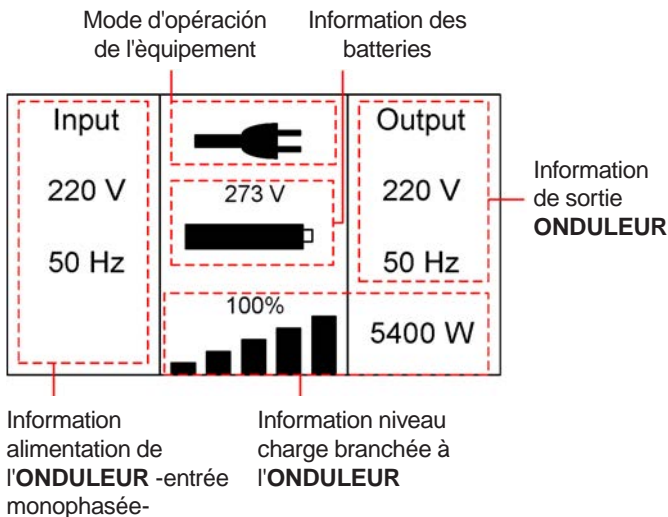
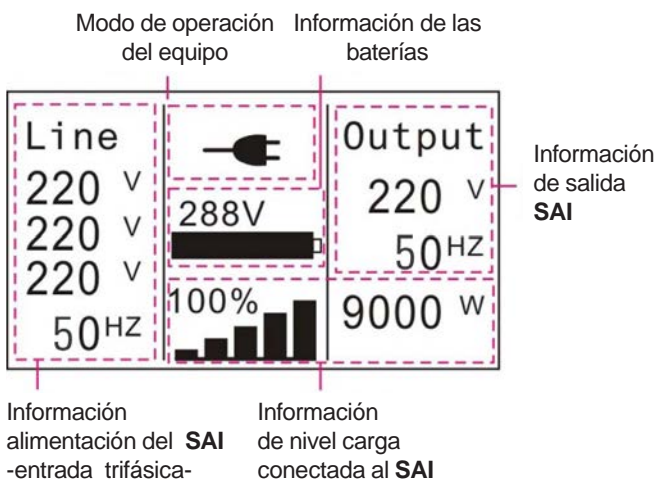

Fig. 17. Écran principal équipement entrée monophasée.
Fig. 18. Écran principal équipement entrée triphasée.
- Immédiatement après de la mise en marche, l'écran LCD montre le logo **SALICRU** pendant plusieurs seconds et, à continuation, montre l'écran principal par défaut, sur laquelle est représenté l'état de l'équipement (figures 17 et 18).
- Tous les écrans montrés dans les figures de ce chapitre sont correspondu à un équipement d'entrée triphasée. Uniquement dans la figure 17 et comme exemple comparatif avec la figure 18, on montre l'écran principal d'un équipement d'en-